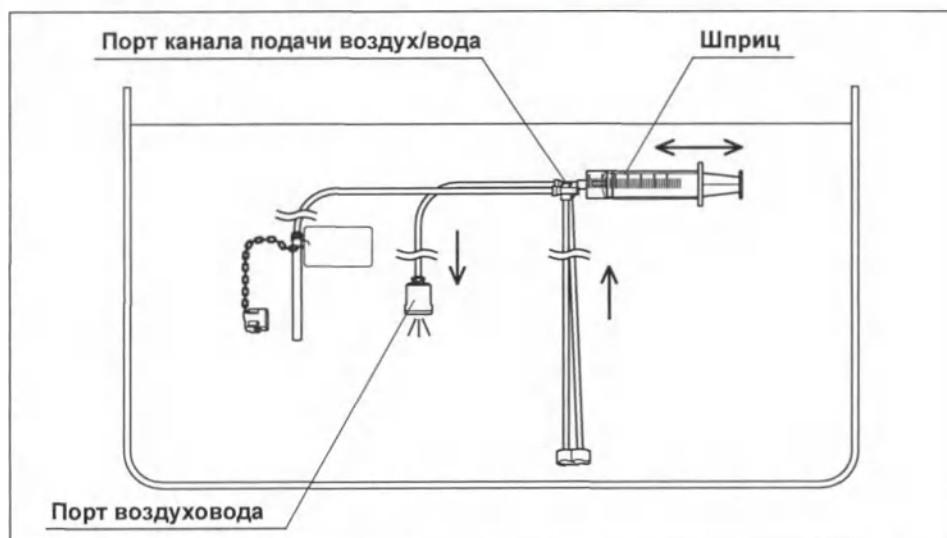

Рисунок 6.18
- 4 Полностью погрузив шприц и инъекционную трубку в воду, медленно оттяните поршень шприца, чтобы заполнить шприц водой. Затем надавите на поршень, чтобы промыть канал подачи воздух/вода инъекционной трубки 30 миллилитрами воды. (см. рис. 6.18)